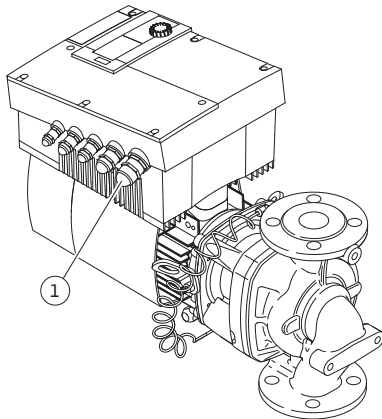

Fig. 26: Kabelverschraubung M25
- Der elektrische Anschluss muss über eine fest verlegte Netzanschlussleitung erfolgen (einzuhaltender Querschnitt min.  $4 \times 1,5 \text{ mm}^2$ , max.  $4 \times 4 \text{ mm}^2$ ), die mit einer Steckvorrichtung oder einem allpoligen Schalter mit mindestens 3 mm Kontaktöffnungsweite versehen ist. Die Netzanschlussleitung ist durch die Kabelverschraubung M25 (Fig. 26, Pos. 1) zu führen.